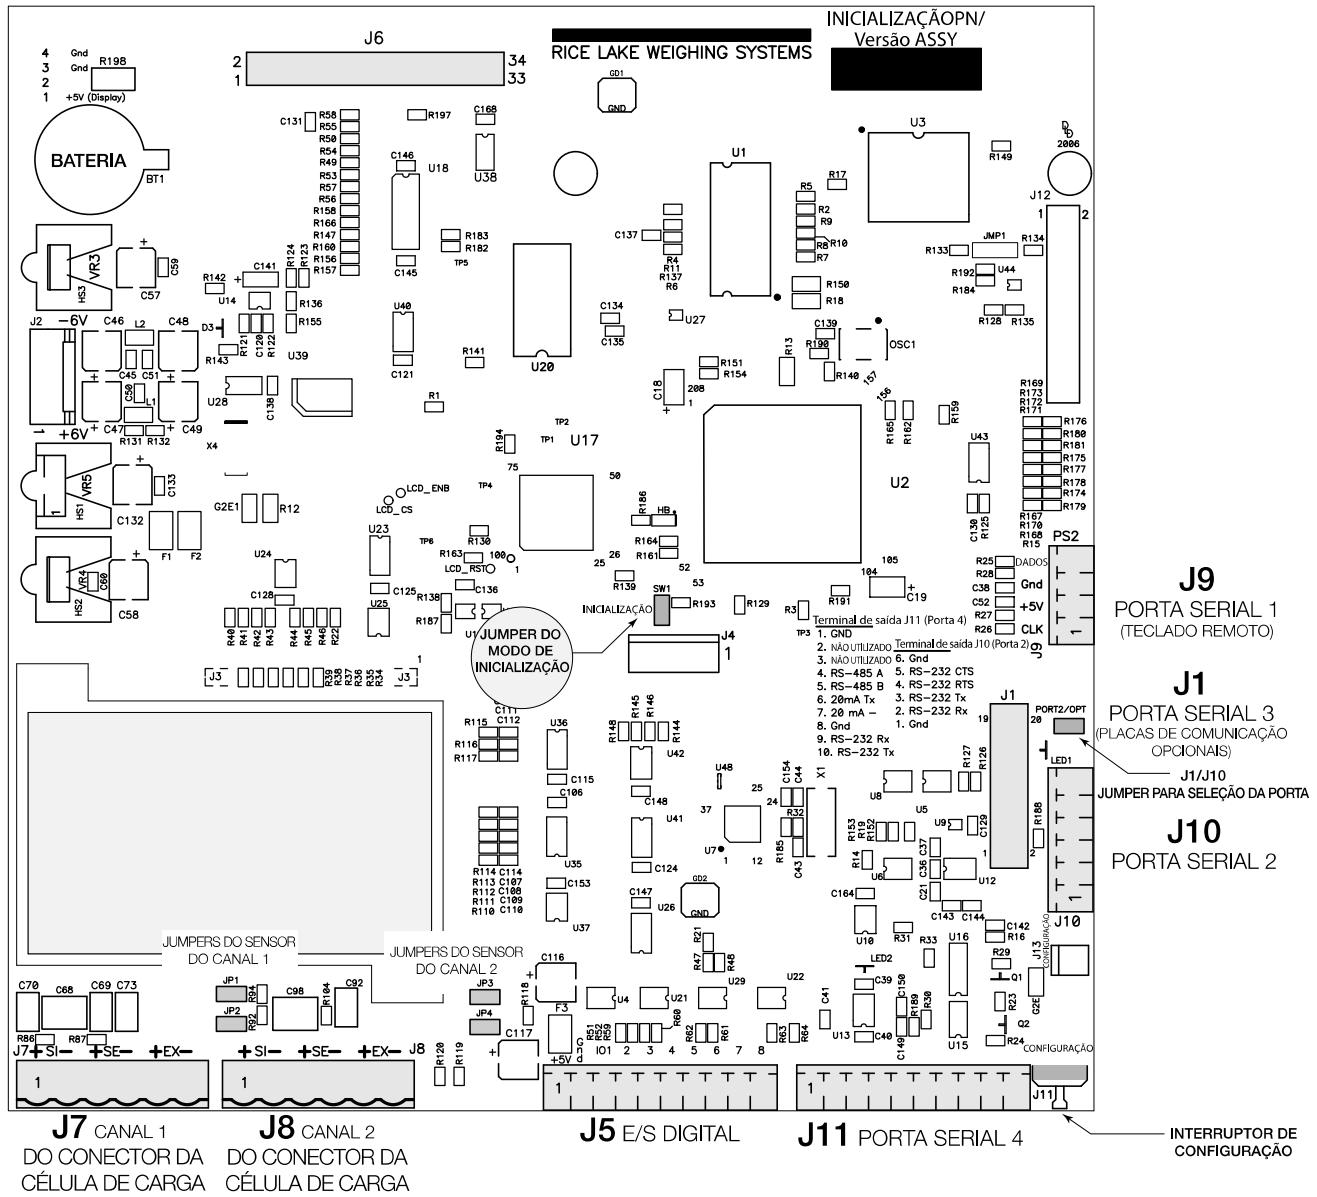

Figura 2-3. 820i Placa de CPU
**Observação** A instalação de placas opcionais no conector J1 requer remoção do jumper de seleção de porta J1/J10 (veja Figura 2-3 na página 11). A remoção do jumper desativa as comunicações RS-232 por meio do conector J10. Para a placa apenas de interface USB, as conexões de comunicações RS-232 simultâneas (configuradas como Porta 3) e comunicações USB (Porta 2) são fornecidas na placa de interface USB.
2. Alinhe cuidadosamente o maior conector do cartão opcional com o conector J6 na placa de CPU (veja Figura 2-3 na página 11) ou J1. Pressione para baixo para assentar a placa opcional no conector da placa de CPU.
3. Utilize os parafusos fornecidos no kit para prender a outra ponta da placa opcional nos distanciadores roscados da placa de CPU (veja Figura 2-3).